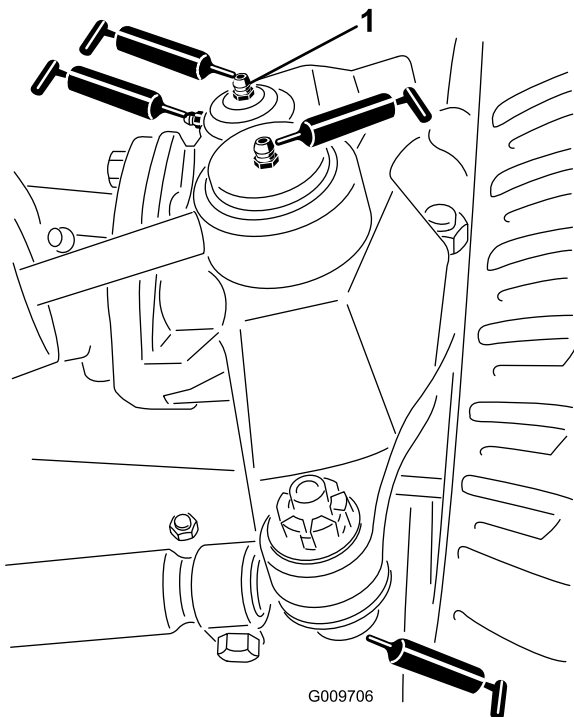

Figura 45
- Giunti a sfera del cilindro di sterzo (2) come illustrato nella Figura 45
- Giunti a sfera del tirante (2) come illustrato nella Figura 45
- Boccole del perno del fuso a snodo (2) come illustrato nella Figura 45